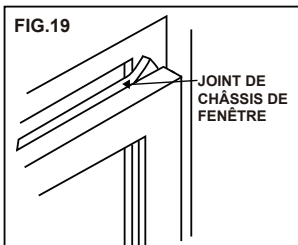

FIG.19
1. Coupez le joint de châssis de fenêtre pour correspondre à la largeur de fenêtre. Insérez-le dans l'espace entre les châssis supérieur et inférieur comme illustré (FIG. 19).